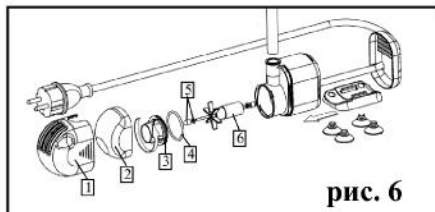

рис. 6
7.2.1 Нажмите на крышку корпуса насоса 1 (рис.6) и потяните её на себя. Отсоедините губку-фильтр 2 (рис.6). Прочистите губку фильтра под струей чистой воды. Если насос очень грязный, промойте также рабочее колесо.
7.3 Промывка керамического рабочего колеса. Штыковой затвор крышки камеры насоса 3 (рис.6) открыть, повернув на 90°.
Снимите крышку камеры и выньте керамическое рабочее колесо с ротором 6 (рис.6), преодолевая магнитную силу. При этом внимательно следите за тем, чтобы не потерять резиновые прокладки 4, 5 (рис.6) и не сломать керамическое рабочее колесо. Рабочее колесо тщательно промойте в холодной воде.